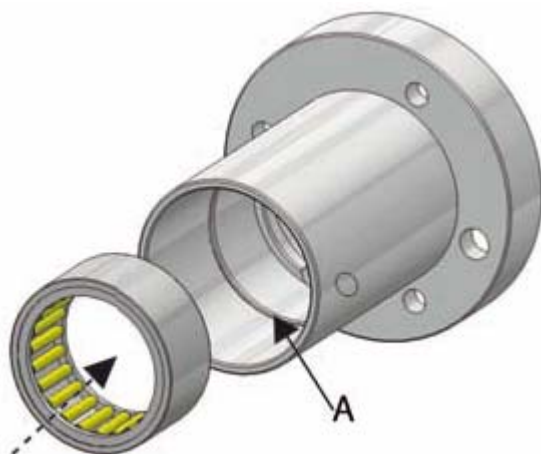

Figura 38. Montaggio del cuscinetto posteriore
1. Inserire dalla parte posteriore il cuscinetto nella cassa (figura 38).
2. Inserire il fermo nella sua gola (figura 38, punto A).